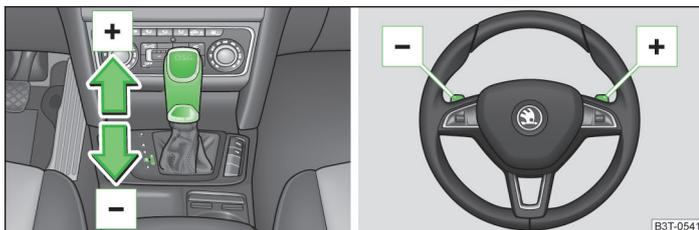

Abb. 129 Wählhebel und Multifunktionslenkrad
- Den Wählhebel nach vorn » Abb. 129 tippen.
- Die rechte Schaltwippe » Abb. 129 kurz zum Lenkrad ziehen.
- Den Wählhebel nach hinten » Abb. 129 tippen.
- Die linke Schaltwippe » Abb. 129 kurz zum Lenkrad ziehen.
➤ Eine der Schaltwippen / kurz zum Lenkrad » Abb. 129 ziehen.